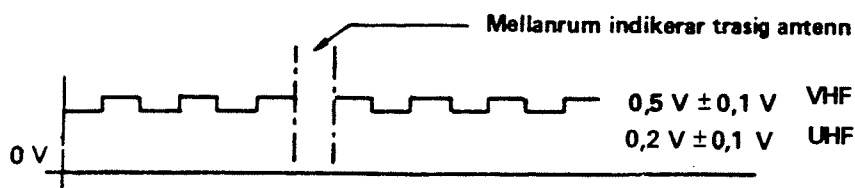

Bild 13
- Mät pulserna från antennen i mätpunkten TP5 på transponatorenhet VHF och transponatorenhet UHF. Kontrollera att frekvensen är 150 Hz och att nivån är $0,5 \pm 0,1 V_{t-t}$ på VHF $0,2 \pm 0,1 V_{t-t}$ på UHF, se bild 13.